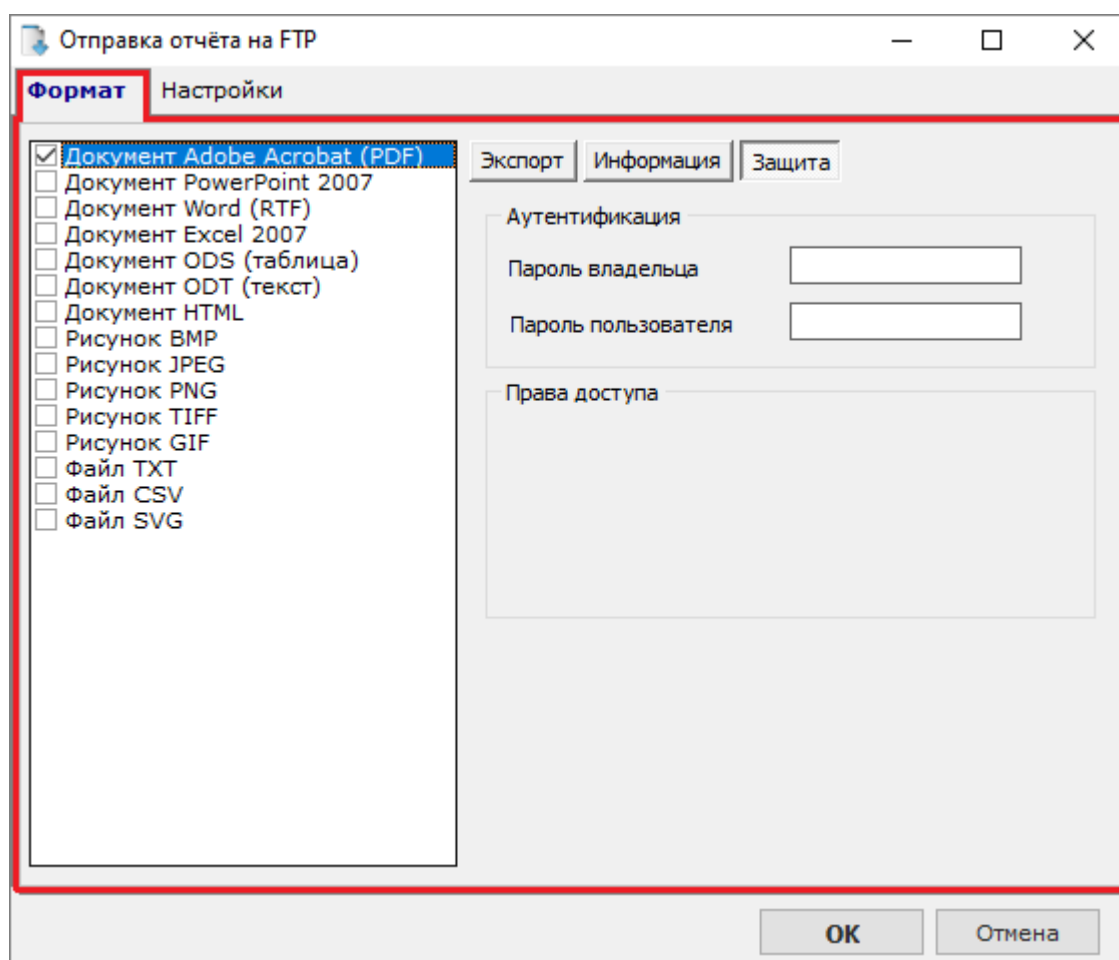

Рисунок 10-246 Вкладка "Формат" окна "Отправка отчета на FTP"
- на **вкладке «Формат»** (см. Рисунок 10-246) определите необходимый формат (или несколько форматов) для сохранения отчета и настройки, соответствующие этому формату (настройки аналогичны описанным в п. 10.9.9.1);